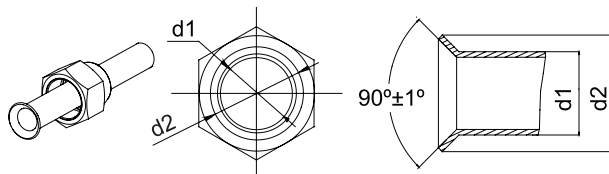

Fig. 11
- (1). Coupez le tuyau de branchement avec le coupe-tuyaux et retirez les bavures.
- (2). Maintenez le tuyau vers le bas afin d'éviter que les découpes n'entrent dans le tuyau.
- (3). Retirez les écrous évasés du robinet d'arrêt de l'équipement extérieur et dans le sac d'accessoires de l'équipement intérieur, puis insérez-les sur le tuyau de branchement, et évasez ce dernier avec un outil adéquat.
- (4). Vérifiez si la partie évasée est régulière et ne présente aucune fissure (voir Fig. 11).